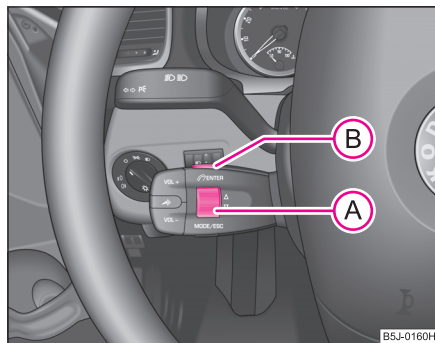

Fig. 102 Modul multi-funcțional: Tastele de comandă
- Prin apăsarea scurtă a randalinei **(A)** ⇒ fig. 102 puteți răsfoi în memoria telefonului în căutarea numelor, resp. a meniurilor.